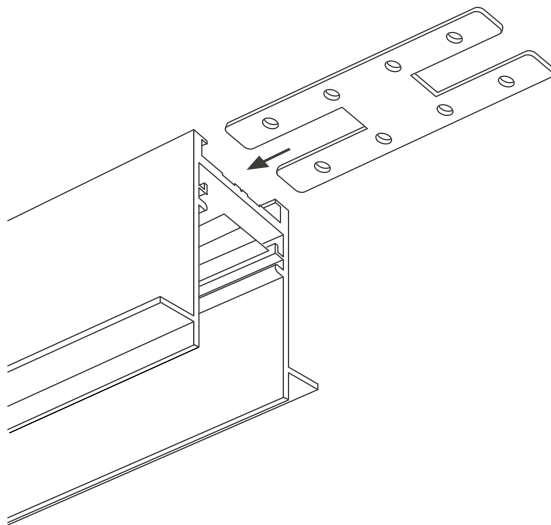

Рис. 4. Установка соединителей в пазы шинпровода
- 3.7. Установите в паз шинпровода коннектор прямой MAG-CON-25-UP арт. 033432 на половину его длины и закрепите установочными винтами из комплекта поставки (см. рисунок 4). В случае ее наличия предварительно снимите торцевую заглушку. Ответную часть коннектора установите в соответствующие пазы другого шинпровода и/или коннектора и закрепите установочными винтами.